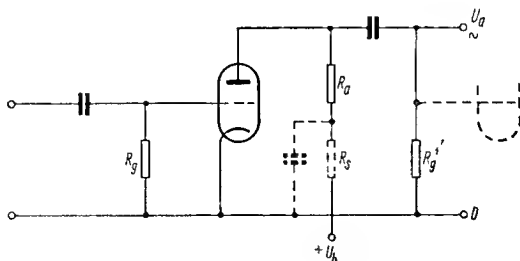

Bild 17. Triodenvorstufe mit Gittervorspannung nach Bild 15
1) Gitterableitwiderstand 10 M $\Omega$ , Gittervorspannung durch Gitterstrom entsprechend Bild 17.